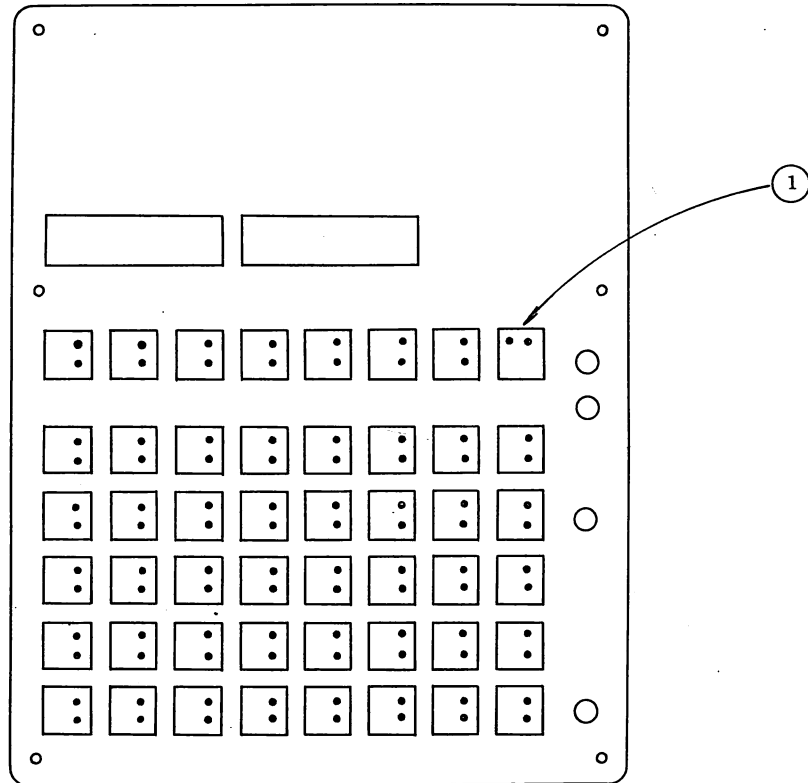

図 3.2 キースイッチ取付け図(裏面から見た図)
キーの取付けは図 3.2 の①番のキー、すなわち図 3.3 に示すシールの一番上、左端の STOP キーから行ないます。シールを貼るときは足の向きに注意して下さい。STOP キーのみ足の方向が違ってきます。
キーはパネル裏側から見て足の方向が図 3.2 になるようにとりつけます。キーは挿入すれば両側でロックされます。